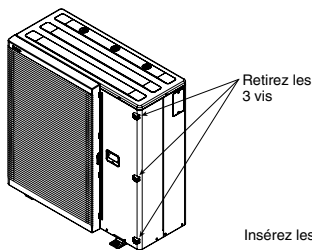

Fig. 6-1
1. Retirez les 3 vis serrées dans la plaque avant du boîtier. (Fig. 6-1)